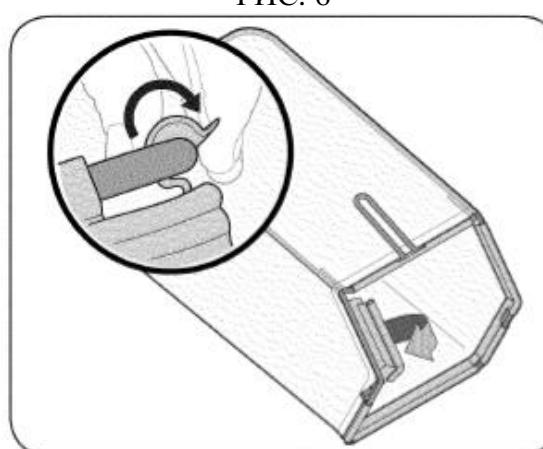

РИС. 7
- B. Натяните контейнер на рамку до зацепления защелок на рамке (см. Рис. 7).